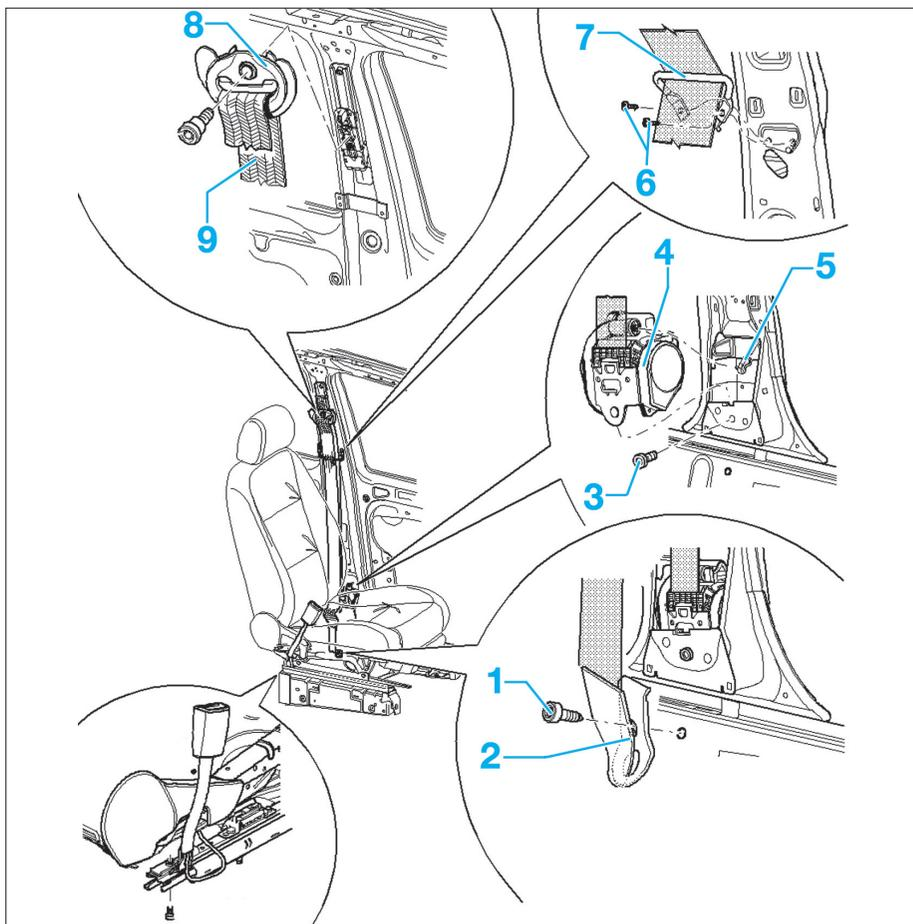

Fig. 22
- Déposer la garniture inférieure, puis déposer la vis (1) du point d'encrage inférieur (2) (Fig.22).
- Dévisser la vis (3) du prétensionneur (4) tout en débranchant le connecteur (5).
- Déposer les vis (6) et retirer le guidage de la ceinture (7).
- Déposer la ferrure (8) de renvoi du dispositif de réglage vertical de la ceinture (9) de sécurité.